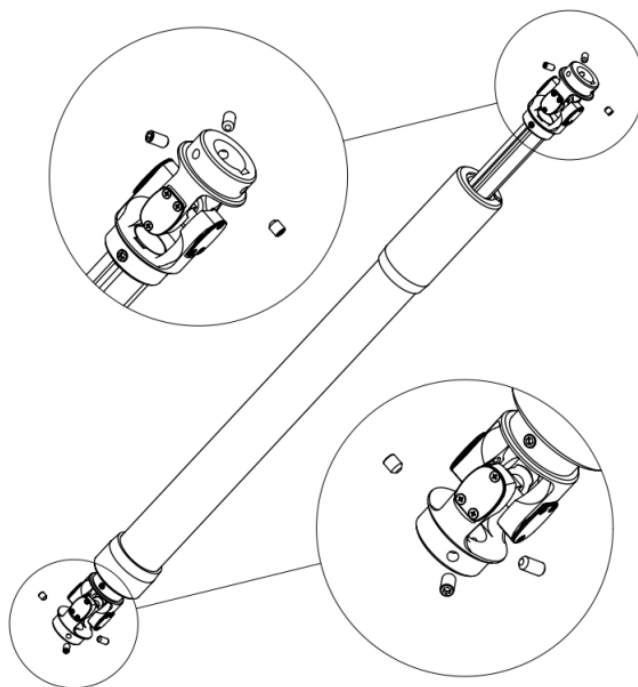

图 3-13 拆卸顶丝
- 步骤4** 如图 3-13 所示，首先使用 2.5 号内六角扳手拆掉内六角凹端紧定螺钉，然后使用工装将上端万向节与机器人分离，最后拔下旋转轴组件。